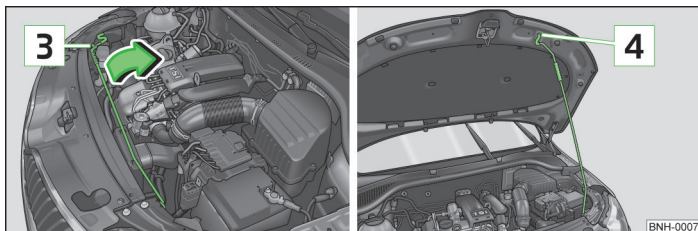

Abb. 97 Motorraumklappe sichern
- Die Klappenstütze aus der Halterung **3** in Pfeilrichtung nehmen » Abb. 97 und die geöffnete Klappe sichern, indem das Ende der Klappenstütze in die Öffnung **4** in der Klappe gesetzt wird.